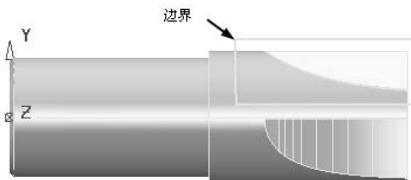

图 4-44 创建的边界
2) 单击“勾画”按钮 ，弹出勾画工具栏，单击该栏上的 按钮绘制如图 4-44 所示的边界线，单击 按钮，完成边界绘制。